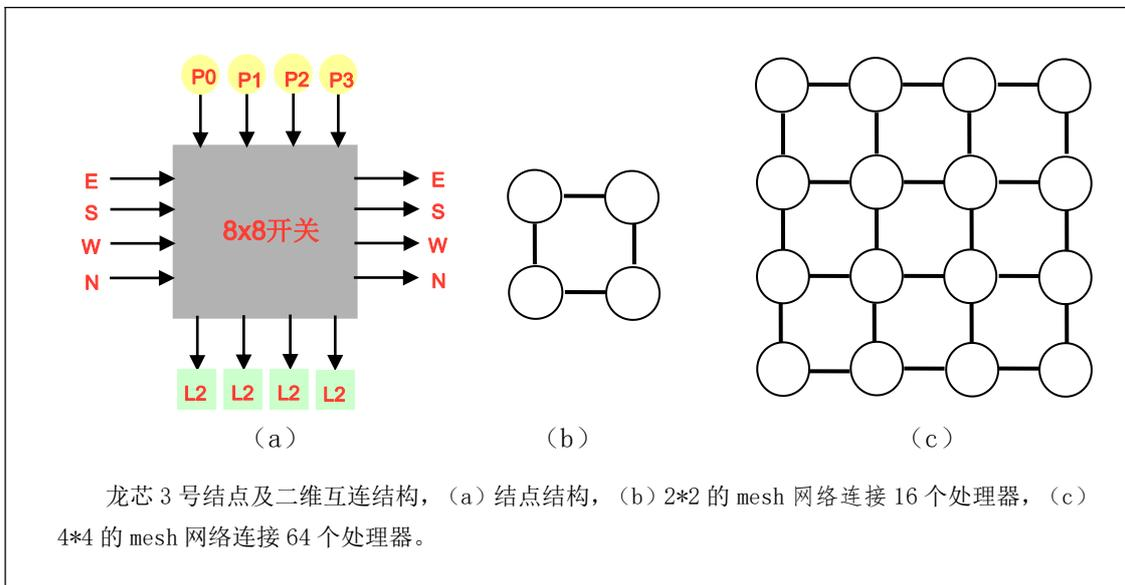

图 1-1 龙芯 3 号系统结构
龙芯 3 号采用的可伸缩互连结构如下图 1-1 所示。龙芯 3 号片内及多片系统均采用二维 mesh 互连结构，其中每个结点由 8\*8 的交叉开关组成，每个交叉开关连接四个处理器核以及四个共享 Cache，并与东 (E) 南 (N) 西 (W) 北 (N) 四个方向的其他结点互连。因此，2\*2 的 mesh 可以连接 16 个处理器核，4\*4 的 mesh 可以连接 64 个处理器核。